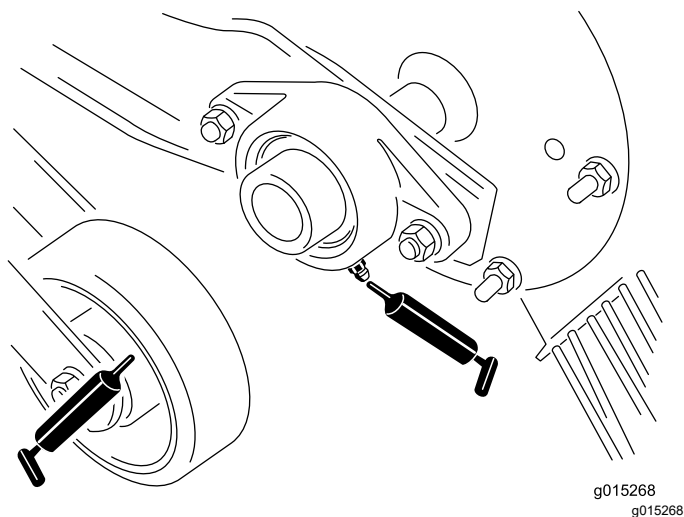
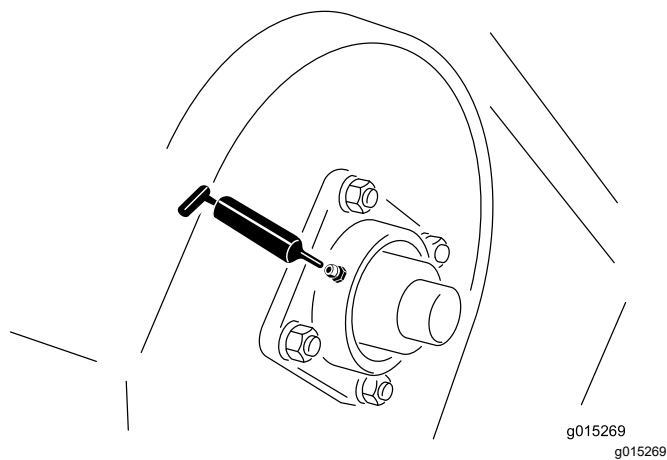
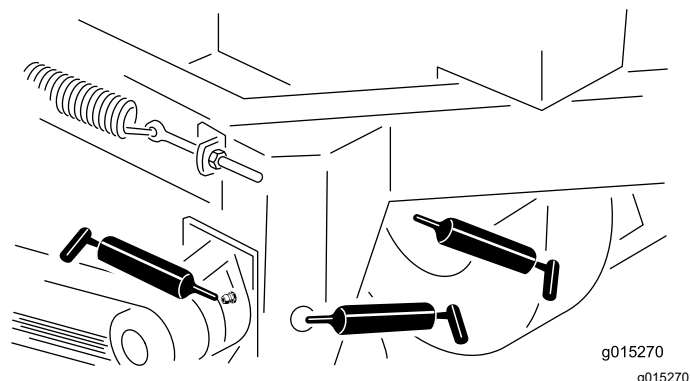

图 11
图 12
图 13
2. 用黄油枪将润滑脂打入到轴承和衬套中 图 11、图 12 和图 13。